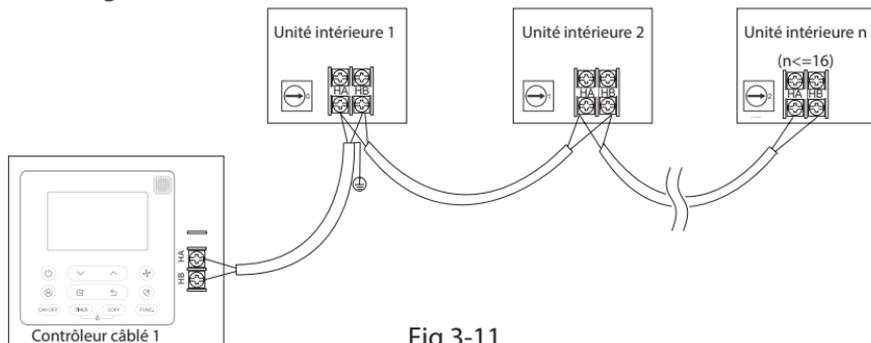

Fig.3-11
Pour certaines unités, un contrôleur câblé peut prendre en charge plusieurs unités (16 unités au maximum). Dans ce cas, le contrôleur câblé et l'unité doivent être connectés aux ports HA et HB en même temps. Lors du contrôle de groupe, il n'y aura pas d'erreur affichée sur le contrôleur câblé. Voir la figure. 3-11
- Après avoir réglé l'étui supérieur, bouclez ce dernier ; évitez de serrer le câblage pendant l'installation. (Fig 3-11)